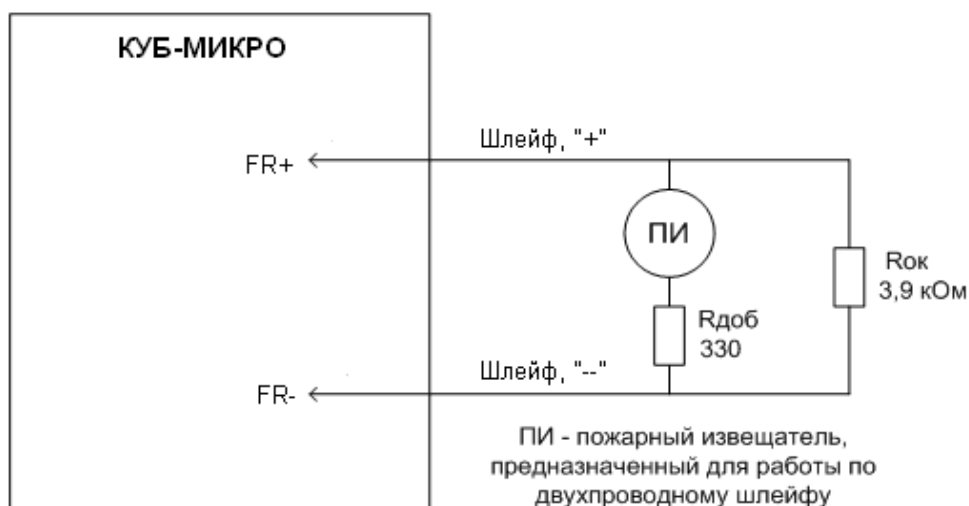

Рисунок 6 – подключение ПИ по двухпроводной схеме.
1. **Двухпроводная схема.** На рис. 6 показано подключение ПИ к КУБ POWER по двухпроводной схеме. При данном типе подключения дополнительно устанавливаются резисторы: $R_{доб} = 330 \text{ Ом}$, $R_{ок} = 3,9 \text{ кОм}$.